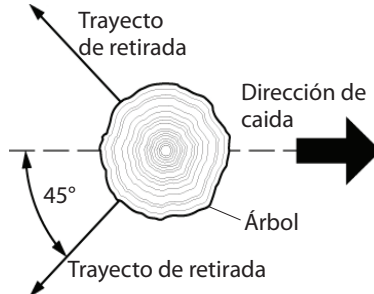

Figura 14 - Trayecto de retirada de un árbol
3. Planee y despeje un trayecto de retirada para el momento de la caída. Éste debe ser en sentido contrario al de la caída del árbol y a un ángulo de 45° (vea la Figura 14).